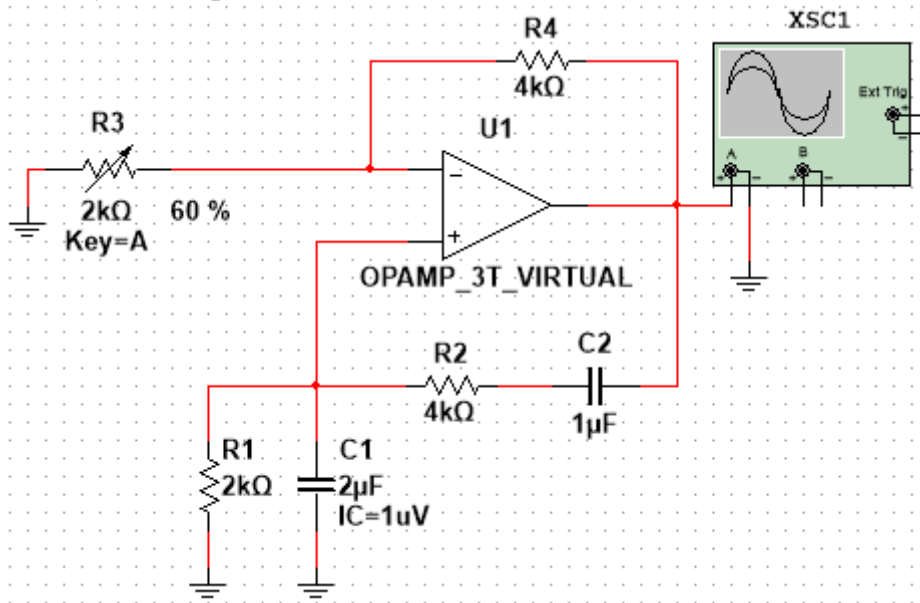

Рис. 1.
1. Зібрати схему як на рис. 1.